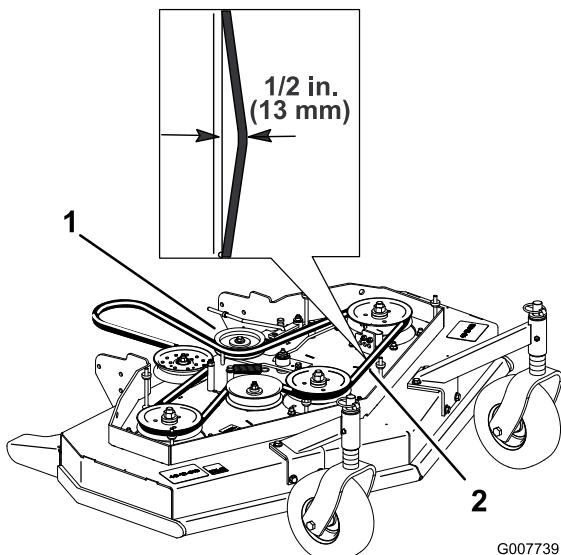

Figura 43
4. Retire la polea tensora y la correa desgastada (Figura 43).
**Nota:** La tensión correcta de la correa del cortacésped es de 10-15 lbf. (44-67 N) con la correa desviada 13 mm (1/2 pulg.) en el punto intermedio entre las poleas (Figura 43).